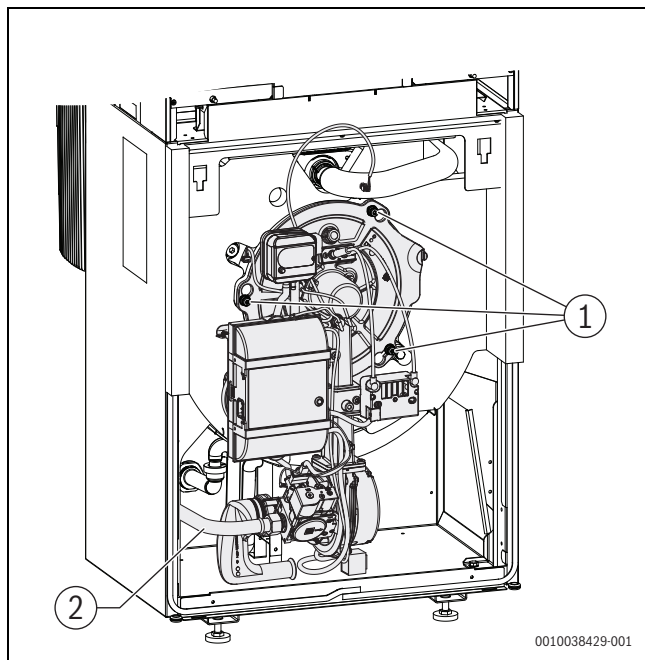

Bild 16 Befestigungsmuttern anziehen (dargestellt mit montiertem Gasanschlussrohr)
- Befestigungsmuttern mit einem Drehmoment von 11 Nm anziehen (→Bild 16, [1]).